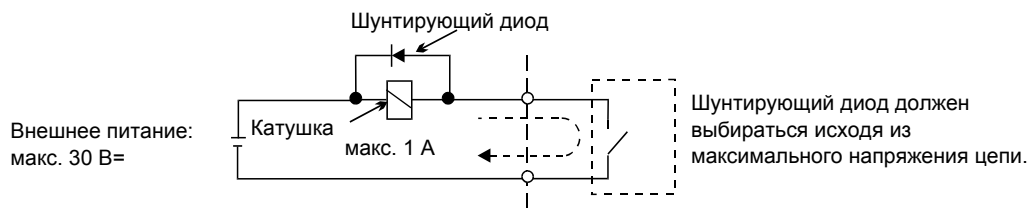

Рис. 2.18 Подключение шунтирующего диода
- *3. В случае индуктивной нагрузки, например, при подключении обмотки реле с питанием постоянным током, обязательно включение шунтирующего диода, как показано на Рис. 2.18